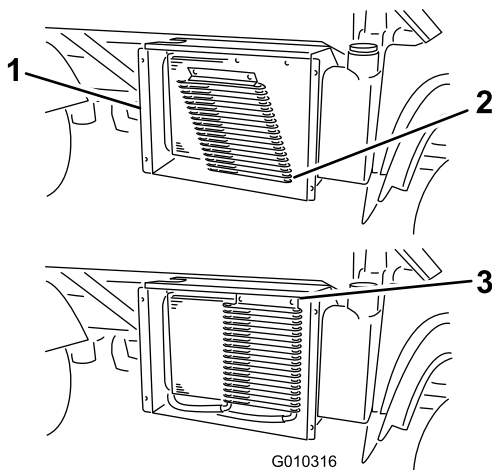

Figura 32
4. Se presenti, ruotate i fermi e spostate il refrigeratore dell'olio dal radiatore (Figura 32).